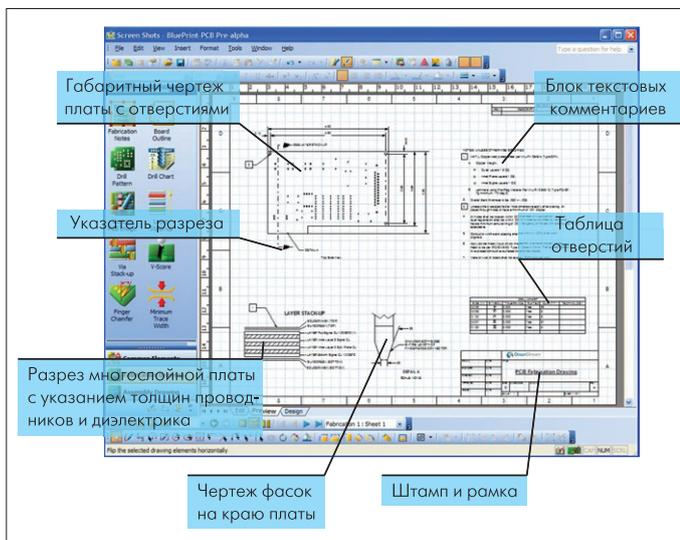

Рис.10. Отображение деталей процесса изготовления
- документирование деталей производства и монтажа (Fabrication and Assembly Detail Wizards). С помощью этого инструмента можно легко проиллюстрировать структуру слоев ПП, конструкцию межслойных переходов, типы фасок, фрез, отобразить различные виды и разрезы платы (в том числе и с учетом информации о высоте компонентов, содержащейся в данных САПР ПП) (рис.10);